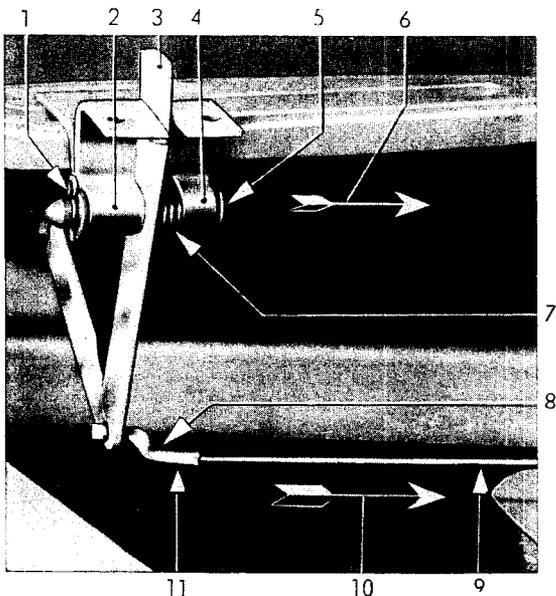

Bild 181 - Anordnung Sitzverstellhebel mit Feder an Sitzstütze links
5. Sollte es erforderlich sein, die Feder eines Sitzverstellhebels zu ersetzen, so ist für den Aus- und Einbau der Feder die in Bild 181 gezeigte Anordnung zu beachten.